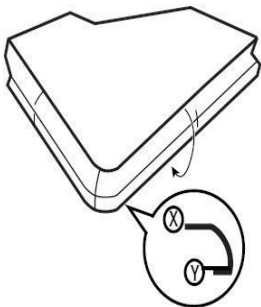

Figura 13 Applicare un promotore di adesione tra X e Y.
2. Applicare il promotore di adesione ai bordi, iniziando a circa 1,3 cm (1/2 pollice) dal punto in cui cambia la forma (vedere il riferimento X nella Figura 13) ed estendendosi sul lato posteriore della superficie per almeno 1,3 cm (1/2 pollice) (vedere il riferimento Y nella Figura 13).